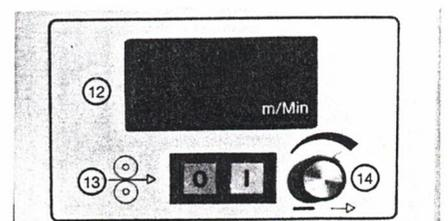
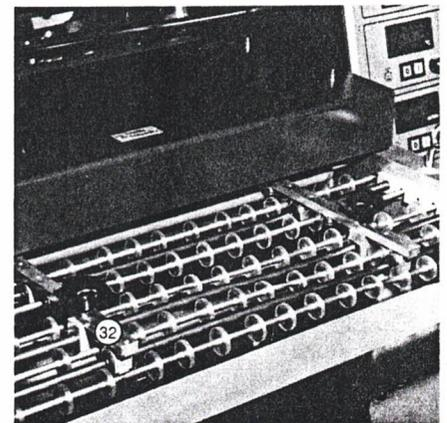

Abb. 9
Abb. 25
- **Plattenführung** (Abb. 25)
Am Regler 14 (Abb. 9) wird die Geschwindigkeit, mit der Resist und Platte durch den Walzenspalt transportiert werden, im Betriebszustand eingestellt. Einstellung auf Skalenmitte entspricht etwa einer Prozeß-Geschwindigkeit von 1,5 m/min. Die effektive Laminiergeschwindigkeit wird digital angezeigt.
Durch Drücken des Drucktasters 13 (Abb. 9) „Betrieb“ wird die obere Laminierwalze auf Spaltabstand gegen die untere Walze gefahren, der Druck beaufschlagt und mit der eingestellten Geschwindigkeit angefahren. Die Zugwalzen 27 werden ebenfalls zusammengefahren. Eine Platte mittig auf dem Einlaufwagen an die Lineale anlegen. Da die Platte durch angetriebene Rollen (Abb. 25) transportiert wird, ist eine manuelle Unterstützung nicht erforderlich.
Roten Drucktaster 13 (Abb. 9) drücken. Die obere Laminierwalze und obere Zugwalze 27 heben ab. Die Walzen bleiben stehen. Wird der Arbeitsprozeß für einen längeren Zeitraum unterbrochen, werden auch die roten Drucktaster „Vorheizung“, „Walzen-Heizung“, „Staub- und Luftabsaugung“ gedrückt oder der Hauptschalter ausgeschaltet.